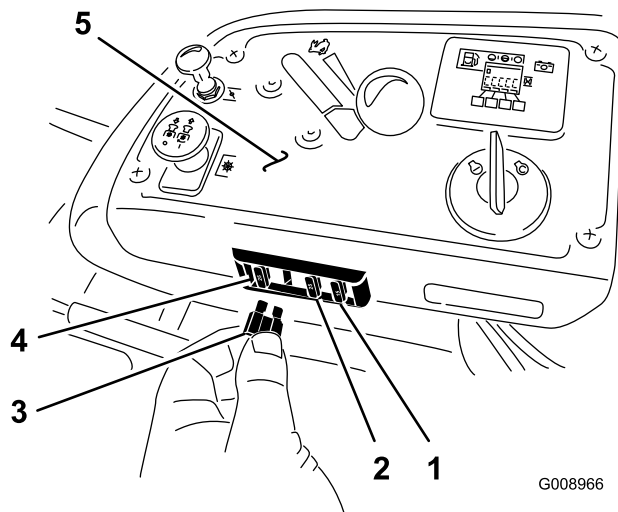

Figure 69
1. Les fusibles sont situés sur la console droite, près du siège (Figure 69).
3. Remplacez le fusible (Figure 69).